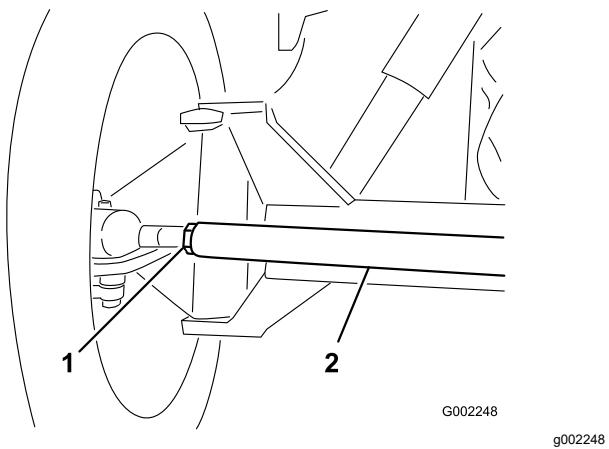

Рисунок 92
3. Если измеренное значение выходит за пределы заданного диапазона, ослабьте контргайки с обоих концов тяг (Рисунок 92).